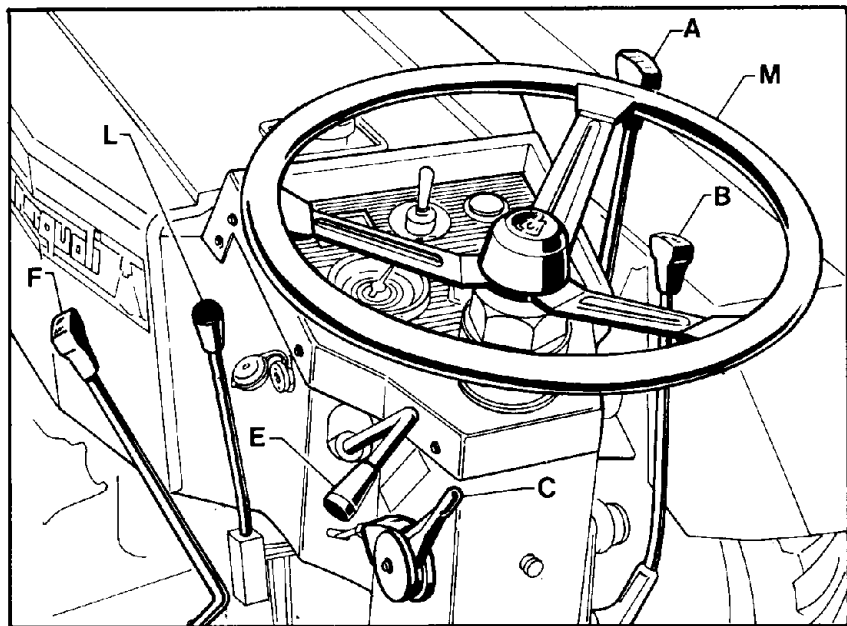

Fig. 4
Vedere Fig. 4 - 5 - 6 - 7 - 8 - 9 - 10 - 11
A - LEVA CAMBIO (Fig. 4 - 5)
**B - LEVA RIDUTTORE (Fig. 4 - 5)**
C - LEVETTA ACCELERATORE (Fig. 4 - 6 - 10)
E - LEVA BLOCCAGGIO DIFFERENZIALE ANTERIORE (Fig. 4 - 6)
L - LEVA SOLLEVATORE IDRAULICO (Fig. 4 - 6)
M - VOLANTE (Fig. 4 - 8)